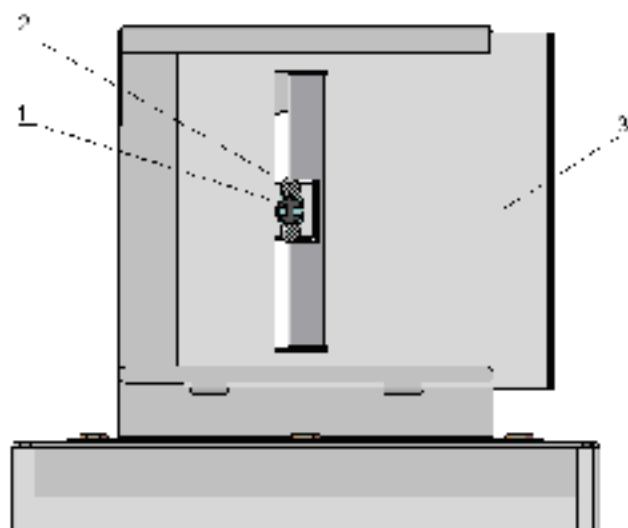
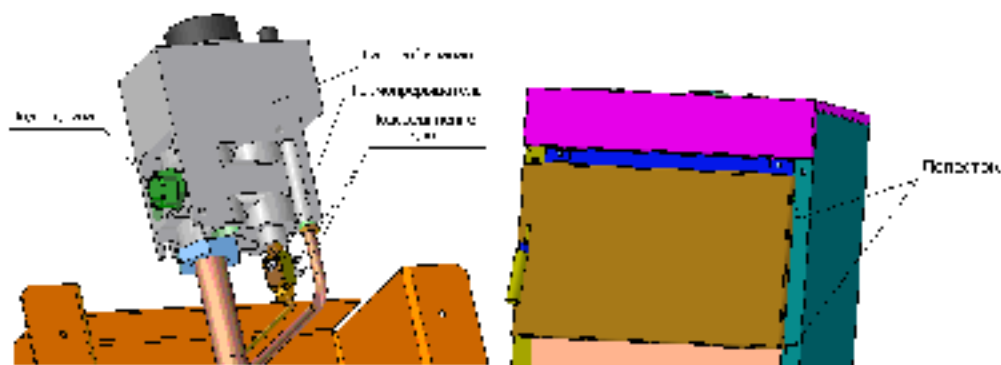

Рис. 16 Дымоход котлов КС-ТТ/ТТВ-12/16...; КС-ТТ/ТТВ-16/20...
Рис. 18 Места подсоединений
7.4 На дымоход котла необходимо установить термостат (датчик тяги из комплекта УГт) табл. 2 и рис. 16, 17.
На разъёмы терморезистора (рис. 18) подсоединить провода из комплекта УГТ (табл.2). Провода завести под лепестки (рис. 18) на правой боковине котла, провести через прорезы под крышку котла (крышку предварительно снять), вывести на заднюю стенку и подсоединить на выводы термостата (датчика тяги) рис. 16, 17.